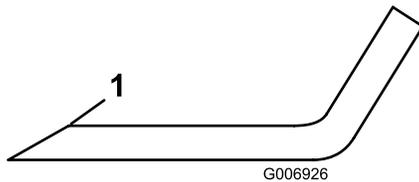

Bild 31
1. Schärfen Sie die Schnittkante jedes Messers an beiden Enden des Schnittmessers mit einer Feile (Bild 31). Behalten Sie den ursprünglichen Winkel bei. Das Messer bleibt ausgewuchtet, wenn Sie die gleiche Menge Metall von beiden Schnittkanten entfernen.